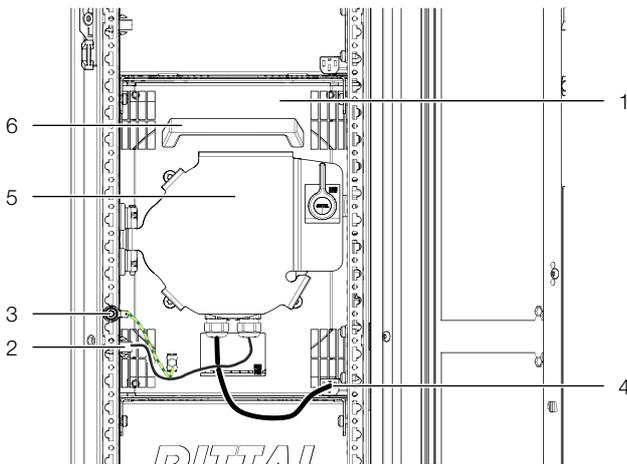

Abb. 47: Lüftermodul im Löffereinschub
- Lösen Sie links und rechts die beiden Anschlussstecker DC und AC des Lüfters (Abb. 47, Pos. 2 und 4).
- Lösen Sie die Erdungsverbindung am Lüfter (Abb. 47, Pos. 3).
Stellen Sie beim Anschluss sicher, dass die beiden Kabel des Lüfters nicht zu nah aneinander über längere Strecken parallel zueinander geführt werden. Abb. 47 zeigt eine optimale Verlegung der Kabel.